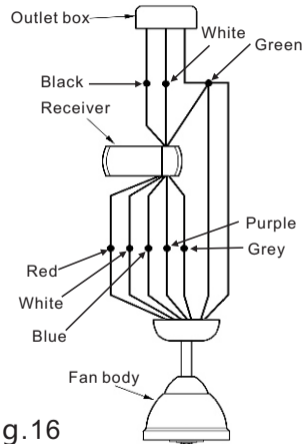

Fig.16
**Paso 3.** Si su caja de distribución tiene un alambre a tierra (verde o cobre) conéctelo a los alambres a tierra (verdes) de la Esfera de Soporte y la Abrazadera de Montaje. Si su caja de distribución no tiene un alambre a tierra, entonces únicamente conecte los dos alambres a tierra de la Esfera de Soporte y la Abrazadera de Montaje. Asegure la conexión con un conector de plástico proveído. (Fig. 16)